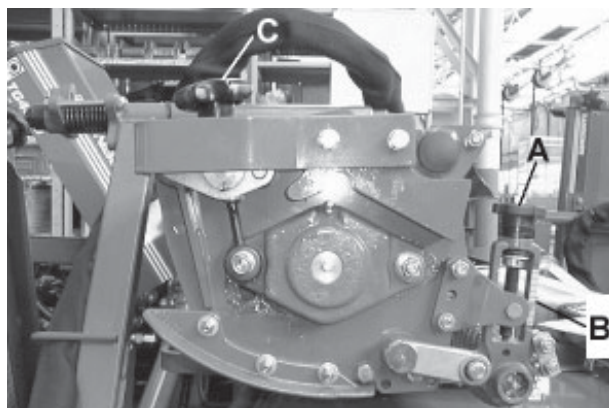

Fig.4
1. Drej justeringshåndhjulet eller den møtrik (A Fig. 4) som sidder på håndhjulet med uret (+) for at få højere klippehøjde, eller mod uret (-) for at få lavere klippehøjde.
2. Det skal sikres at justeringen er ensartet på begge klippeenhedernes indstillere. For at gøre det lettere at opnå ensartet indstilling, sidder der klippeindikatorer (B Fig. 4) på hver ende af rulleenheden.